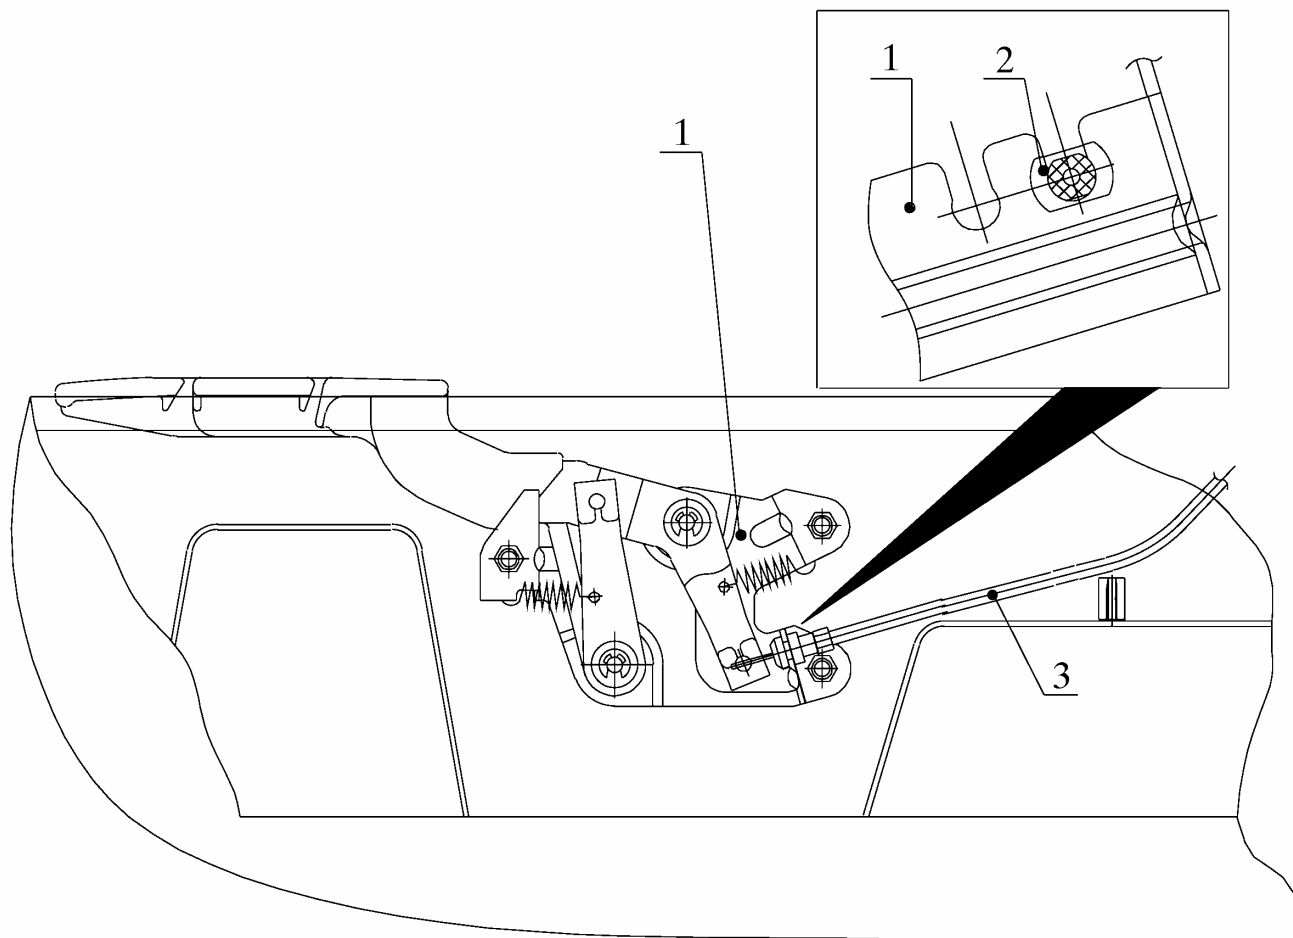

Рис. 9. Отсоединение троса привода замка багажника от привода внутреннего:
3.14. Снять трос 3 (рис. 9) привода замка багажника, отсоединив наконечник 2 оболочки троса 3 и наконечник троса 3 от внутреннего привода 1.